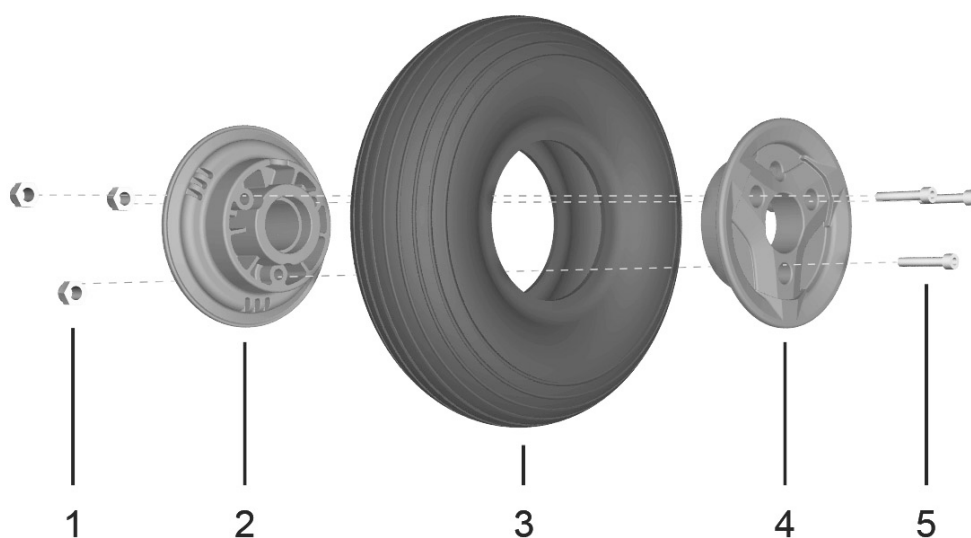

Abbildung 34. Felge mit Reifen.
4. Die drei Schrauben und Muttern abmontieren, die die inneren und äußeren Teile der Felge zusammenhalten, siehe Abbildung 34.